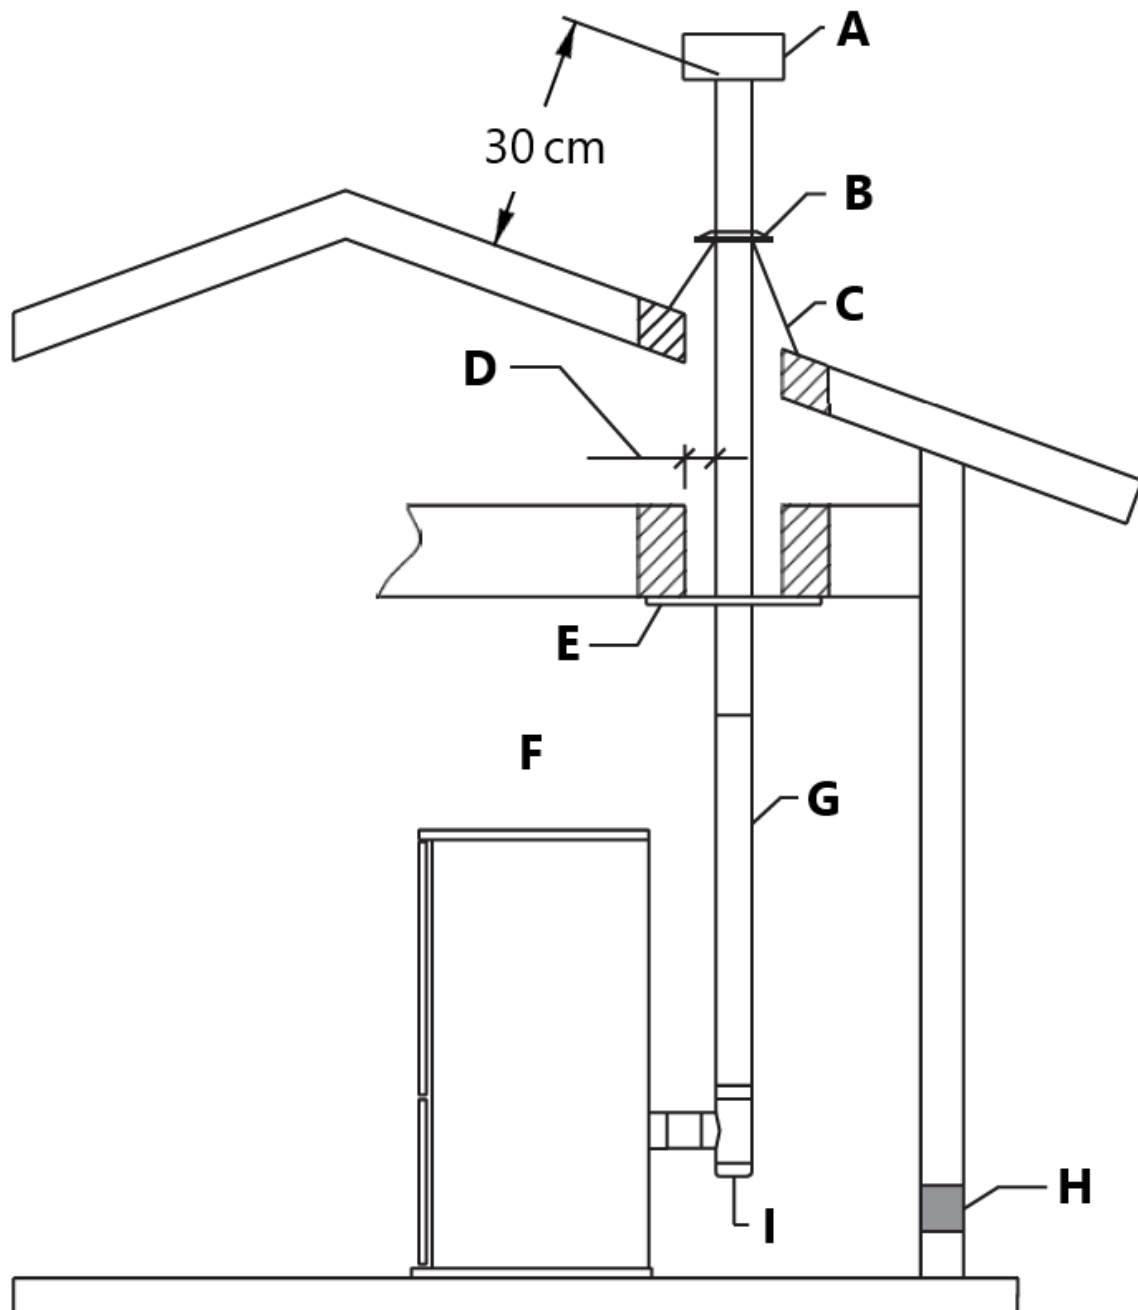

Fig. 11
- Forleng PL-ventilen minst 30 cm over taklinjen og avslutt med en PL-oppført regnhette (fig. 11). Hvis ventilen strekker seg mer enn 6' over takgjennomføringen, må takstøttestenger og et takstøttebånd brukes for å gi sidestøtte. I geografiske områder som opplever vedvarende lav omgivelsestemperatur anbefales det å lukke utvendige ventiler under taklinjen. Dette bidrar til å redusere kondens, sotansamling og dårlig trekk.
- Sett regnhetten på den øvre ventilseksjonen og vri lås den til den øvre ventilseksjonen (fig.11).